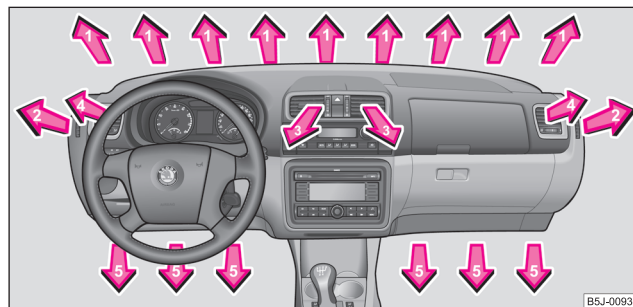

Abb. 93 Luftaustrittsdüsen
- Luftaustrittsdüsen **4** ⇒ Seite 100, Abb. 93 öffnen und zur Seitenscheibe richten.
- Luftaustrittsdüsen **3** und **4** ⇒ Seite 100, Abb. 93 öffnen.